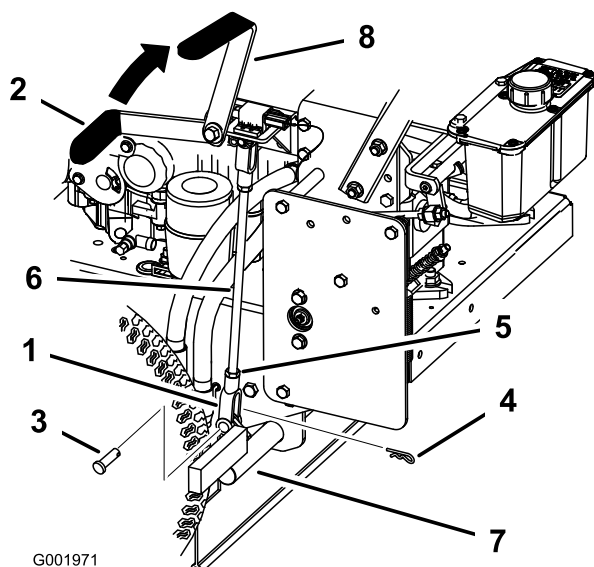

Figure 59
5. Desserrez les écrous de blocage supérieur et inférieur (Figure 59).
6. Pour régler le frein, retirez la goupille fendue et l'axe de chape du levier de frein inférieur (Figure 59).
7. Tournez la tige de frein dans les chapes. Pour serrer le frein, allongez la tige entre les chapes. Pour desserrer le frein, raccourcissez la tige entre les chapes (Figure 59).
8. Fixez la chape au levier de frein inférieur avec la goupille fendue et l'axe de chape (Figure 59).
9. Serrez les écrous de blocage supérieur et inférieur (Figure 59).